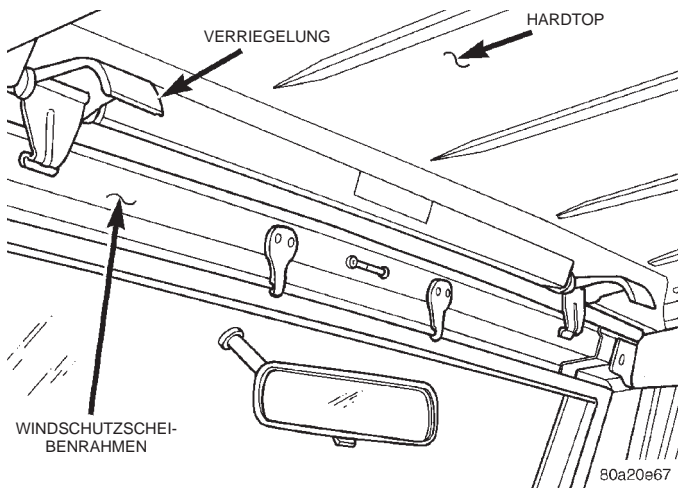

Abb. 49 Verriegelung, Hardtop/Stoffverdeck
(1) Verdeck entriegeln (Abb. 49).
(2) Lage der Verriegelung mit einem Fettstift am Verdeck markieren.
(3) Befestigungsschrauben lösen, mit denen die Verriegelung am Verdeck befestigt ist.